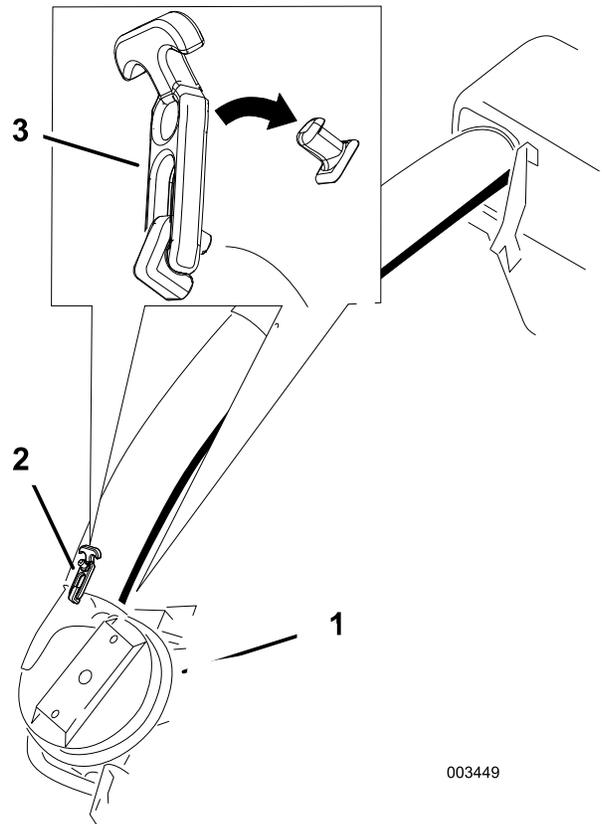

Bild 51
8. Schieben Sie das untere Rohr auf das Gebläsegehäuse und verriegeln sie (Bild 51).